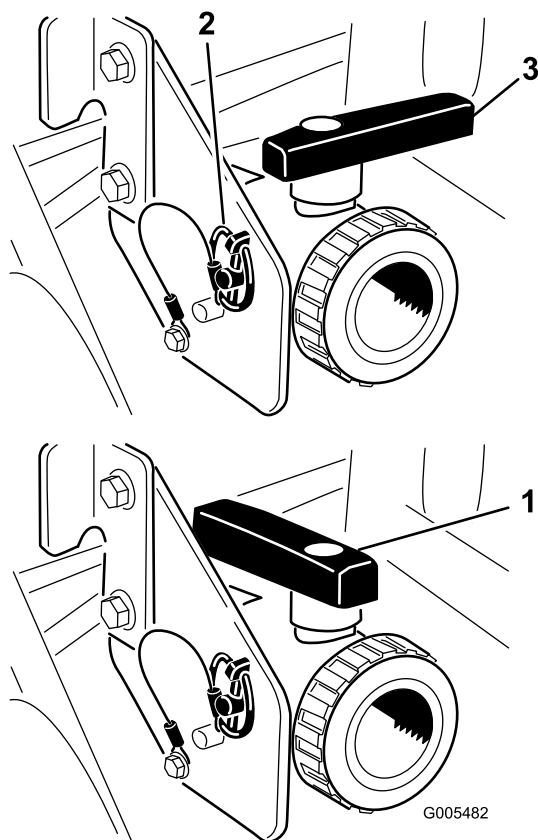

Figura 28
Aprire la valvola per spurgare il materiale rimasto nel serbatoio, e smaltirlo nel rispetto del regolamento locale e secondo le istruzioni del produttore del materiale (Figura 28). Terminata l'operazione di spurgo, togliete l'acciarino sulla staffa che assicura la valvola di spurgo alla macchina e lasciate cadere la
3. Una volta spurgato completamente il serbatoio, installate la valvola sul telaio con l'acciarino precedentemente rimosso e chiudere la valvola di spurgo (Figura 28).